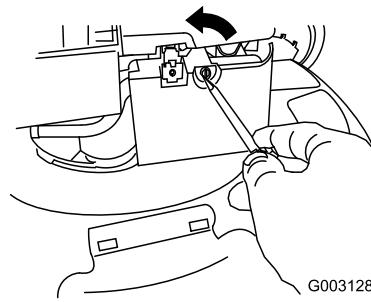

Figure 32
- Ouvrez le couvercle du filtre à air avec un tournevis (Figure 32)